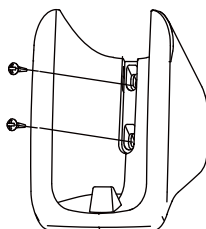

Abb. 2.3
1) Verwenden Sie die Schrauben (Zubehör), um den Fernbedienungshalter in einer stabilen Position zu fixieren und zu sichern (siehe Abb. 2.3);